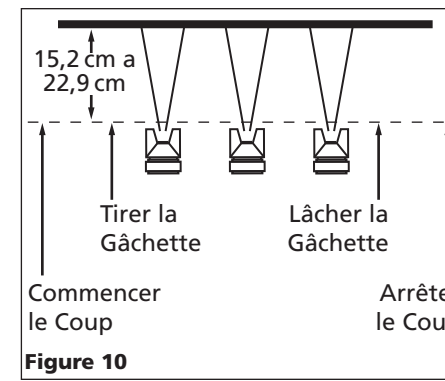

Figure 10
3. Tirer correctement sur la gâchette. Commencer le mouvement au début du coup AVANT DE TIRER SUR LA GÂCHETTE et la relâcher AVANT D'ARRÊTER LE MOUVEMENT à la fin du coup. Cette procédure mélangera chaque coup avec le prochain sans avoir l'apparition de chevauchement ou d'inégalités (Voir Figure 10).